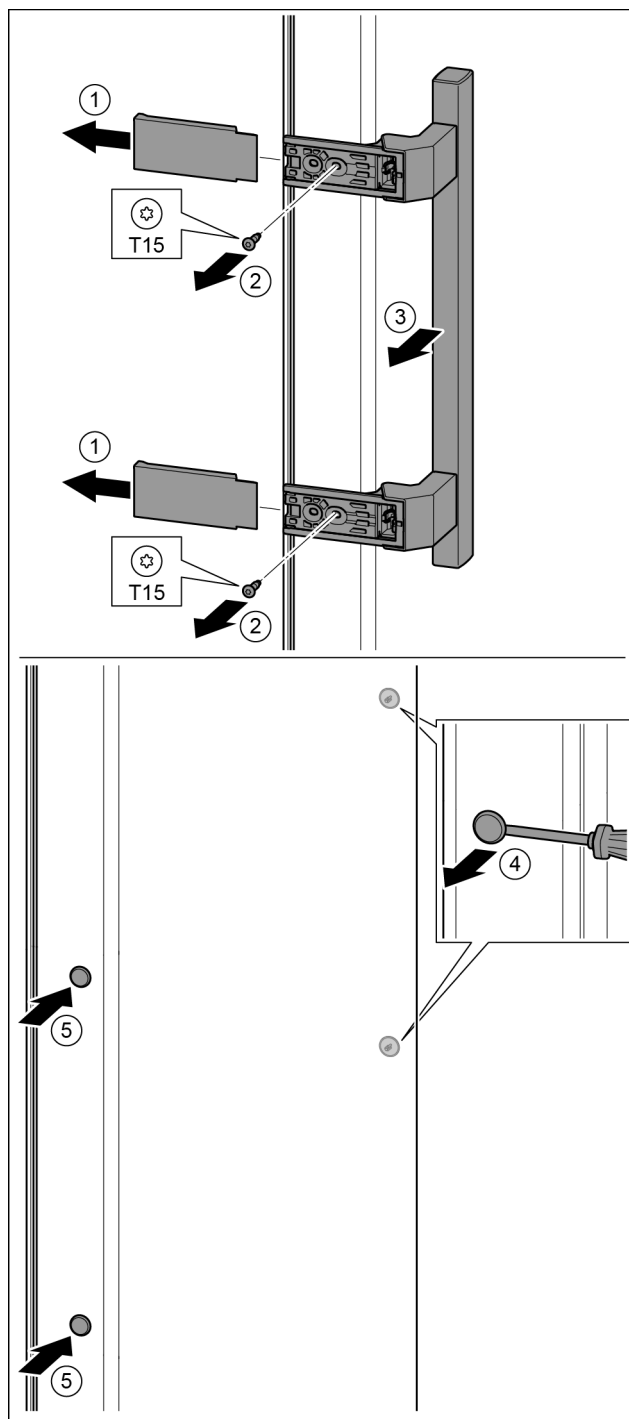

Fig. 33
- ▶ Zdjąć osłonę. Fig. 33 (1)
- ▶ Śruby wykręcić przy pomocy śrubokręta T15. Fig. 33 (2)
- ▶ Zdjąć uchwyt. Fig. 33 (3)
- ▶ Boczną zatyczkę ostrożnie podważyć przy pomocy śrubokręta i wyjąć. Fig. 33 (4)
- ▶ Zatyczkę założyć ponownie z drugiej strony. Fig. 33 (5)